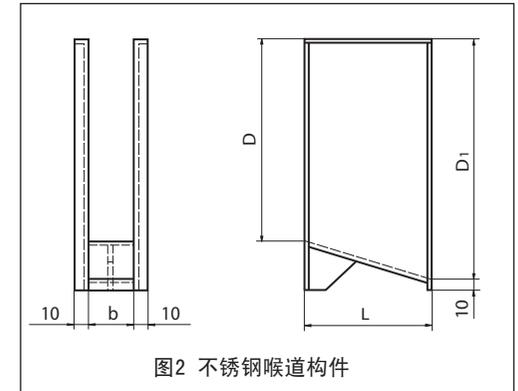

图2 不锈钢喉道构件
1.2 巴歇尔槽常用规格详细尺寸见表1。为了便于施工及测量的准确性，标准型的喉道段为不锈钢构件（图2），尺寸见表2。中大型均为土建。